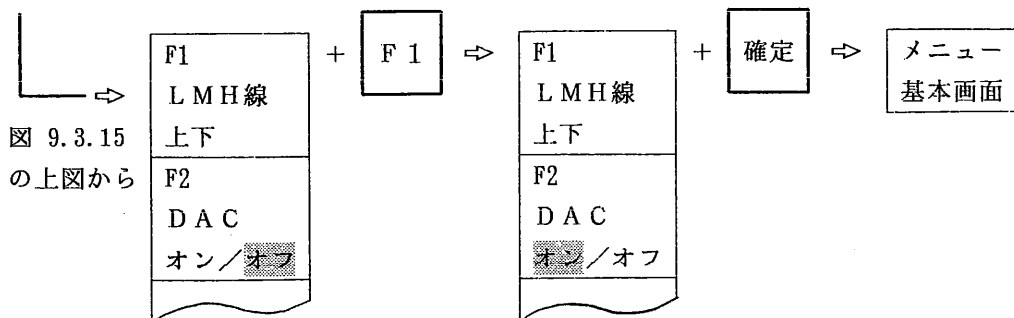

図 9.3.16 DAC オフからオンの手順
- ① 選択キー [F 4] を1回押すと図 9.3.16 の選択メニューが表示されます。更に選択キー [F 5] を1回押すと図 9.3.16 の選択メニューが表示されます。